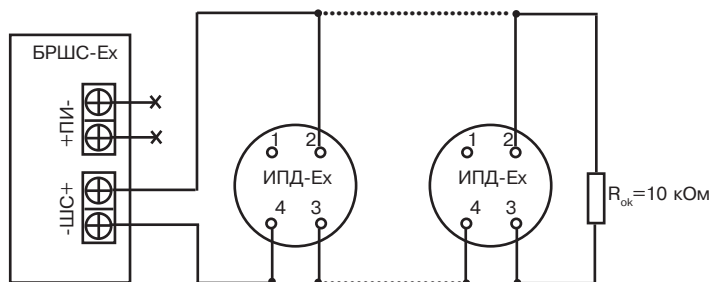

Рисунок 1 – Рекомендуемая схема подключения извещателя к БРШС-Ех (в один шлейф БРШС-Ех рекомендуется включать не более 10 извещателей)
5.2.3 Произведите монтаж подводящих проводов к клеммам контактов основания согласно схеме подключения (рисунок 1). Максимальная площадь поперечного сечения проводников – 0,75 мм².